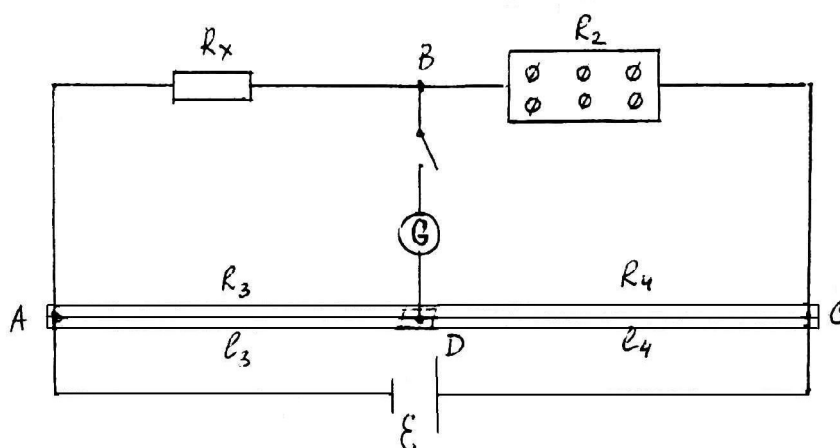

Рис. 3 .Принципиальная схема. Измерение сопротивлений мостовым методом.
Для измерения искомых сопротивлений собирают электрическую цепь по следующей схеме (рис.3).
- 4.1. Собрать схему согласно рис.3.